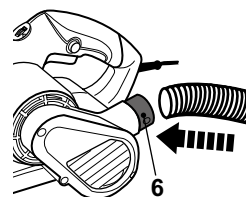

Fig. 6
- > Vous avez également la possibilité de relier au trou d'évacuation (6) un aspirateur ou un dispositif d'extraction des poussières ; la zone de travail pourra ainsi rester propre et plus sûre (fig. 6).